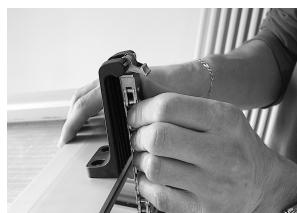

Figura 16
2. Con una mano tenere la finestra e con l'altra, prendendo la parte finale della catena, estrarre il perno dalla feritoia (figura 16).